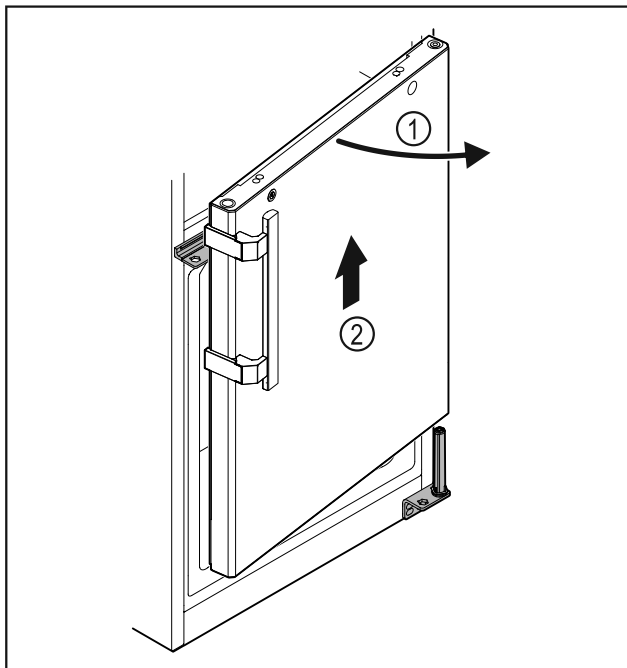

Fig. 27
- ▶ Öppna dörren Fig. 27 (1) något, lyft rakt upp ca 200 mm och ta av den Fig. 27 (2).